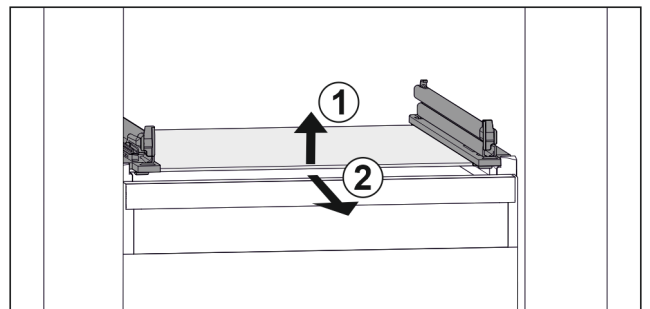

Fig. 59 Exemple de représentation de la tablette en verre
- ▶ Soulever la tablette en verre par l'avant. Fig. 59 (1)
- ▶ Retirer la tablette en verre par l'avant. Fig. 59 (2)